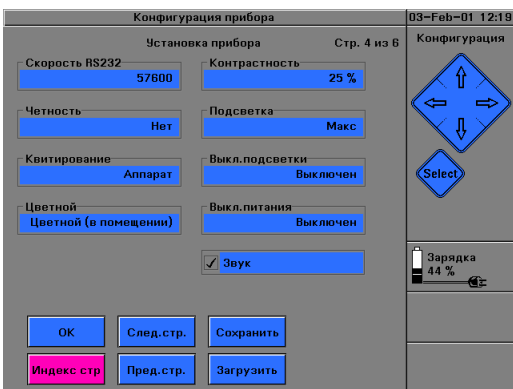

Рис. 51 Экран “Установка прибора”
- 2 Для вызова списка доступных страниц конфигурации выберите команду Индекс стр. Выберите в этом списке пункт <УСТАНОВКА ПРИБОРА>. Появится экран “Установка прибора” (Рис. 51).